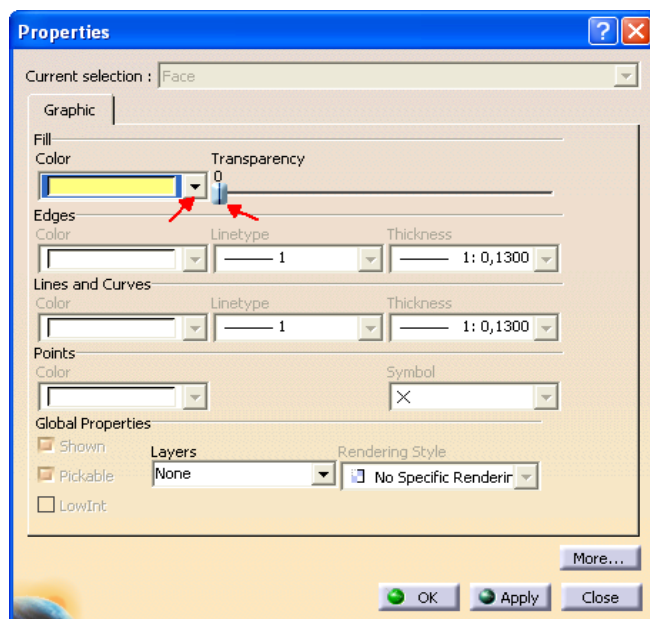

Рис. 34
- 3) Graphic - графічні властивості. В області Fill в поле Color в випадаючому списку вибрати колір об'єкта. Transparency - настройка прозорості, коли повзунок встановлено в 0 - об'єкт не прозорий, при зсуві з нульового значення - прозорість об'єкта становить 50%, не залежить від положення повзунка (налаштування системи) (Рис. 34).